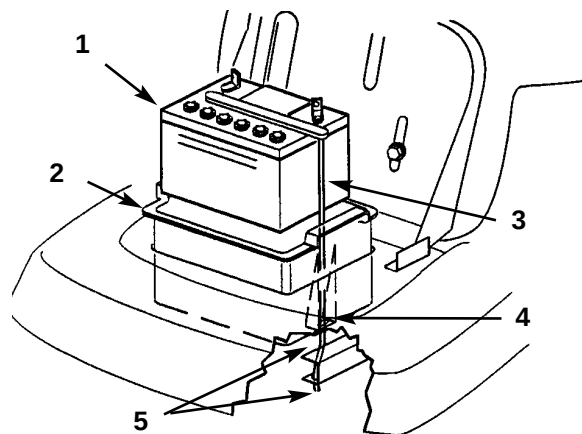

Fig. 21
5. Fjern batterikassen, batteriet og det lange ventilationsrør fra chassiset (fig. 21).
1. Sæt batteriet ind i batterikassen og skub ventilationsrøret ind i kanalen og gennem åbningen i bunden af kassen (fig. 21).
**VIGTIGT:** Se ned i udskæringen, hvor batterikassen passer ind i chassiset. Bemærk hullet ved enden af rammens højre vange (fig. 21). Stik altid det lange batteriventilationsrør gennem hullet for at forhindre, at batterisyre korroderer traktoren og klippeenheten.
2. Sæt batterikassen og batteriet ind i chassiset (fig. 21). Sørg for at stikke enden af ventilationsrøret gennem hullet i rammen (fig. 21).
3. Med bolten og vingemøtrikken forbind det positive (røde) kabel med den positive (+) batteriklemme (fig. 21). Sæt gummihætten på batteriklemmen.